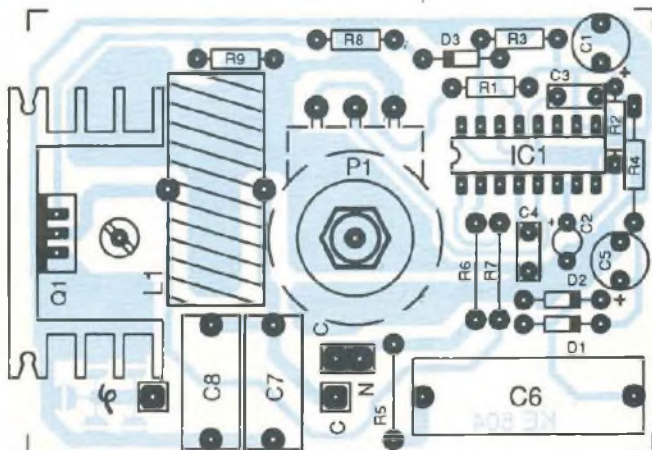
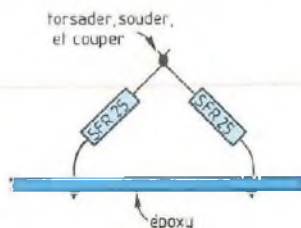
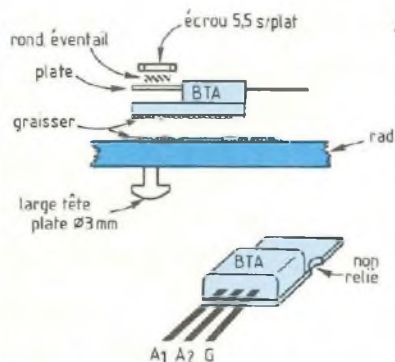

Fig. 7 : Plan de câblage.
Fig. 8 : Réalisation de R5, R6 et R7.
Fig. 9 : Montage fiable du triac pour atteindre 1 kW sur ML 33 Iskra.
figure 7, a été conçu pour son boîtier et qu'il y entre sans peine. Aucun strap, en figure 7 on doit voir pour R5, R6 et R7 l'assemblage monté en figure 8. Aucun support pour IC1 qui est incroyable dans ce montage.
**Attention par contre à la figure 9 que l'on peut archiver au rayon "triacs et alternistors"** : c'est la méthode qui permet de serrer sans déformer ni faire tourner le BTA. L'écrou tenu par une pince plate, un tournevis suffit à figer l'assemblage. Nous n'insisterons jamais assez sur ce dessin et **toute réalisation différente crée une panne à 1 kW**. Ou même avant s'il fait chaud. De part et d'autre du bloc (C7 + C8) en figure 7, on remarque quatre pastilles (φ, C, C, N) qui connectent le câble de sortie vers la charge (points C et C), les fils venus de la prise d'entrée 220 V aboutissant à φ et N.